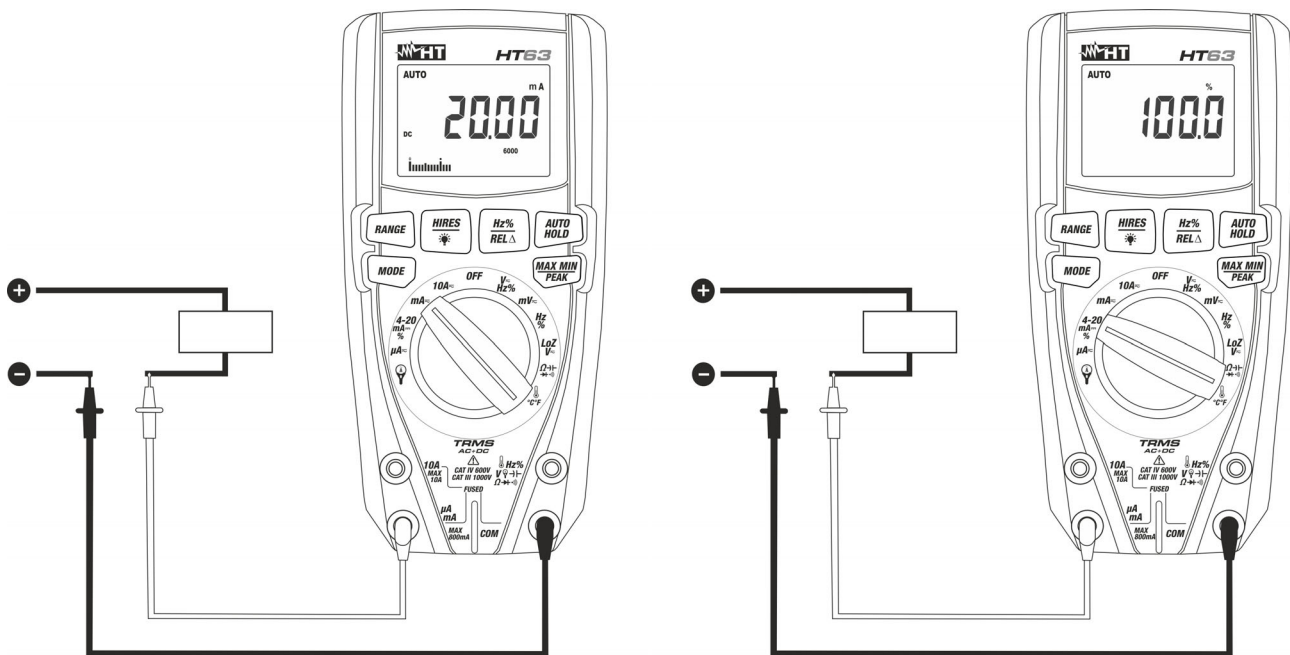

Abb. 10: Verwendung des Gerätes für Gleichstrommessung und 4-20mA% Ablesung
4. Verbinden Sie die rote und die schwarze Messleitung in Reihe mit dem Kreis, dessen Strom Sie messen möchten, und dabei achten Sie auf die Strompolarität und -richtung (siehe Abb. 10).
6. Der Gleichstromwert (siehe Abb. 10 – linke Seite) erscheint auf dem Display.
7. Der Wert der 4-20mA% Ablesung (0mA = -25%, 4mA = 0%, 20mA = 100% und 24mA = 125%) (siehe Abb. 10 – rechte Seite) Ablesung erscheint auf dem Display. Der Bargraph ist bei dieser Funktion nicht aktiv
9. Das Symbol "-" auf dem Display des Gerätes gibt an, dass der Strom die umgekehrte Richtung mit Bezug auf den Anschluss in Abb. 10 hat.